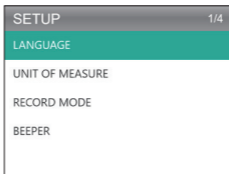

Figura 8.1.2
1. Selecciona Configuración y presiona [OK] para ver el submenú. (Ver la Figura 8.1.2)